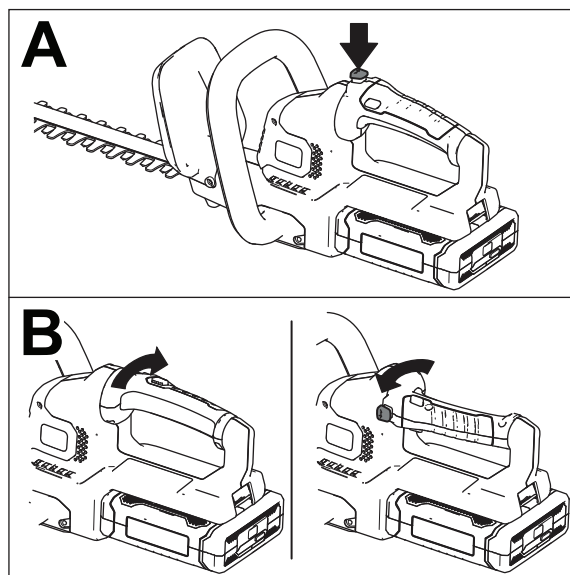

Figure 5
1. Appuyez de manière prolongée sur le bouton de verrouillage de rotation (encadré A de la Figure 5).
2. Tournez la poignée de 90° vers la droite ou la gauche selon le sens de coupe recherché, puis relâchez le bouton de verrouillage de rotation pour bloquer la poignée à la position voulue (encadré B de la Figure 5).